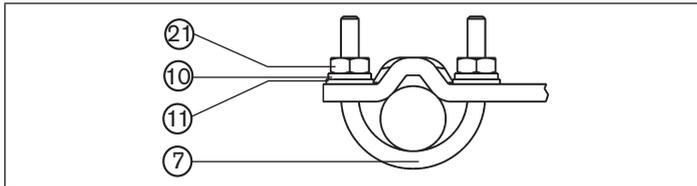

Bild 11: Positioner mit Anbauwinkel befestigen; bei Antrieben mit Säulenjoch
- Anbauwinkel mit den U-Bolzen (7), Scheiben (11), Federringen (10) und Sechskantmutter (21) am Säulenjoch befestigen (siehe „Bild 11“).